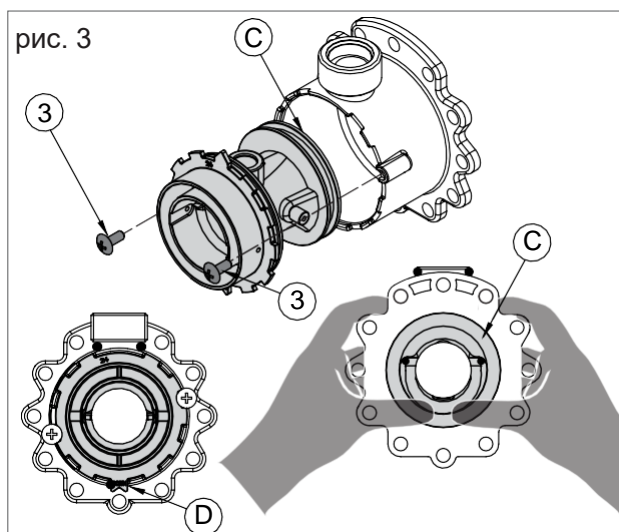

рис. 3
- › Снимите два винта (поз. 3 на рис. 3) и нажмите на заднюю часть трубки Вентури (С на рис. 3).
- › Замените установленную трубку Вентури на соответствующую новому типу газа (для метана код продукта 30-00225, для сжиженного газа код продукта 30-00226). Убедитесь, что зубец (поз. D на рис. 3) направлен к нижней части алюминиевого корпуса (см. рис. 3).